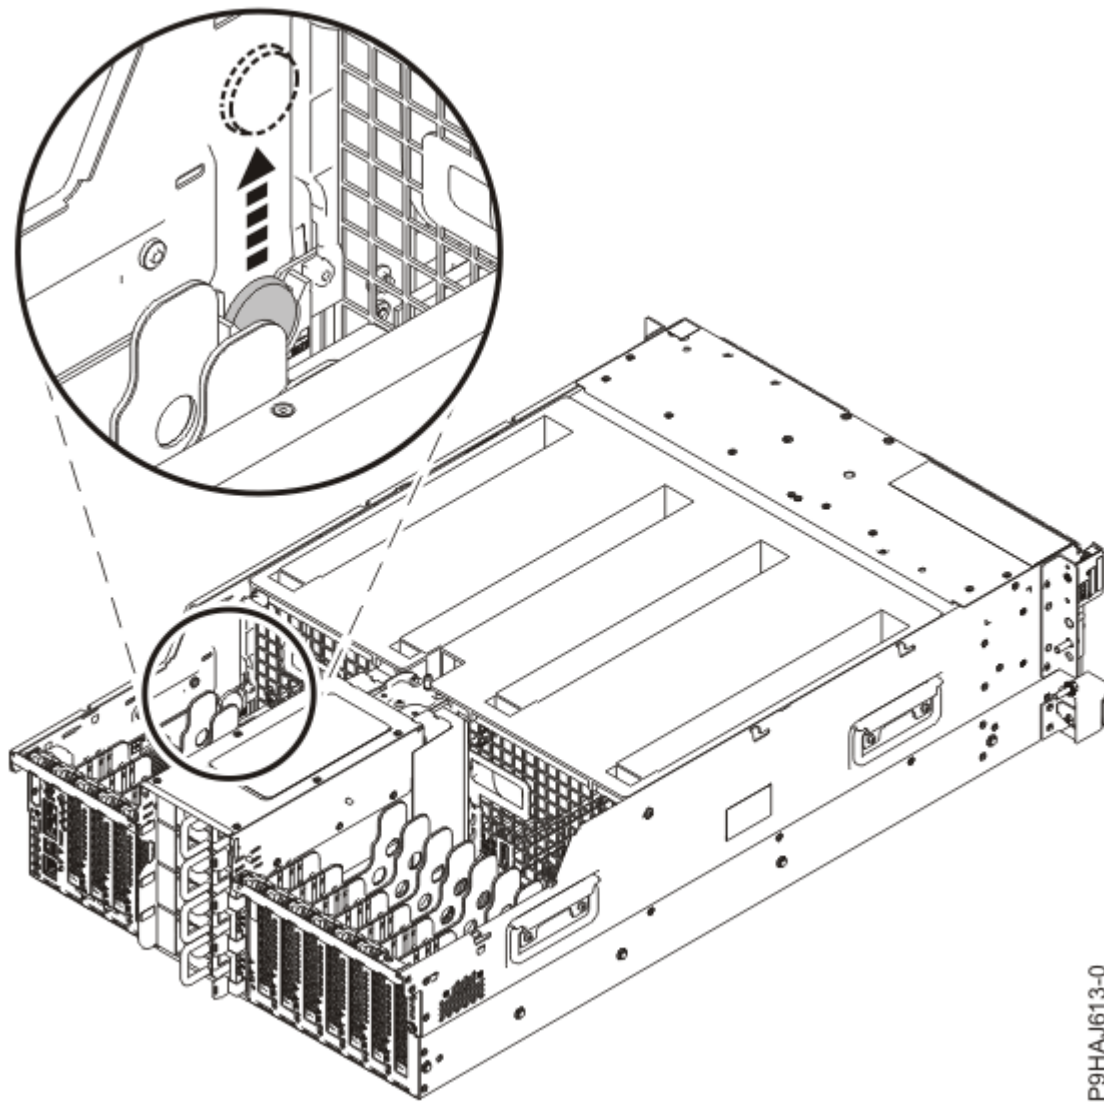
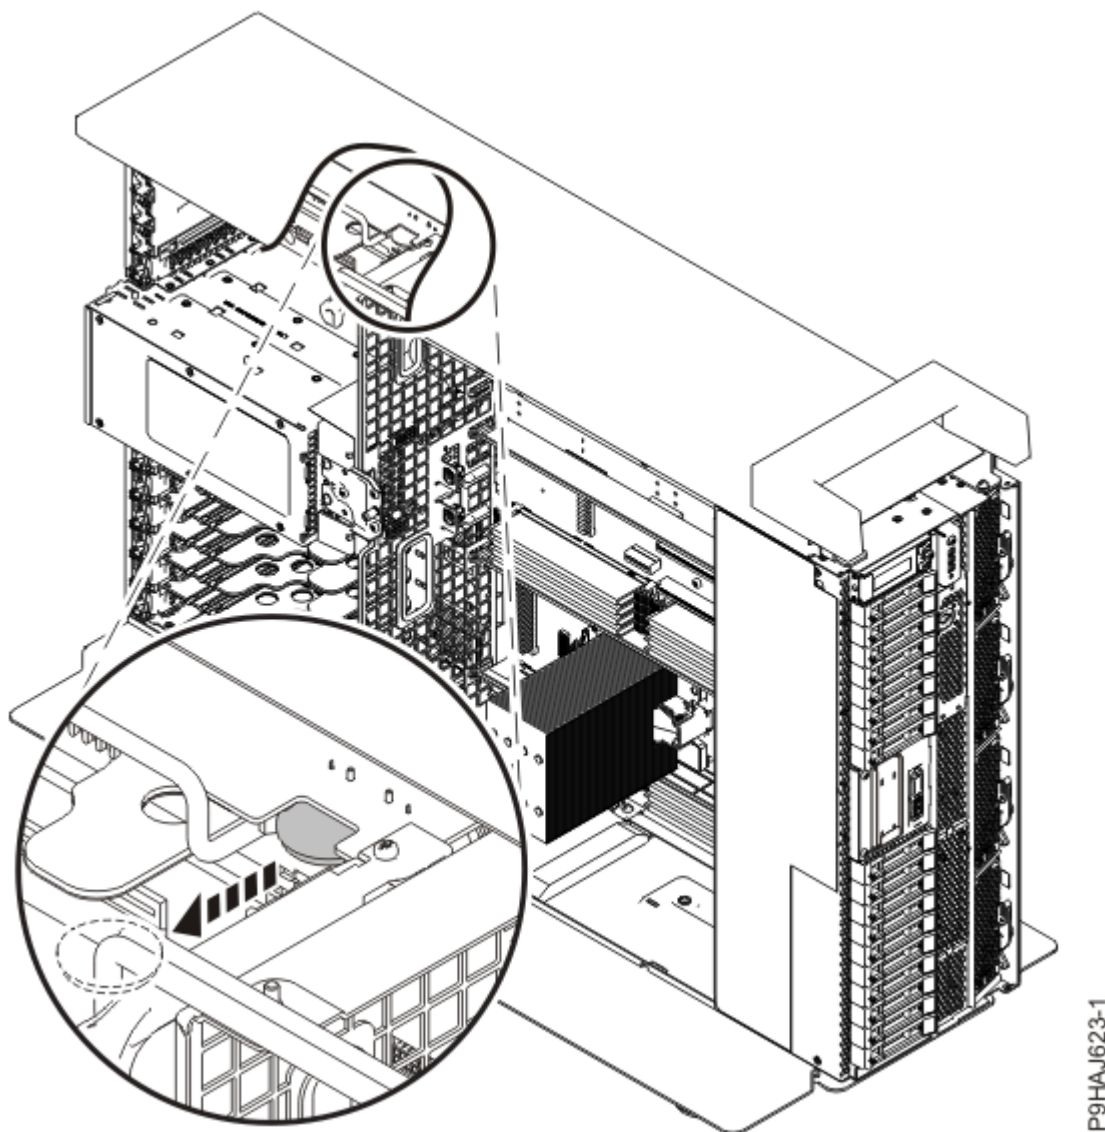

Figure 7. Retrait de la batterie de l'horloge d'un système monté en armoire
Figure 8. Retrait de la batterie de l'horloge d'un système autonome
2. Saisissez la batterie de l'horloge et sortez-la de son compartiment qui se trouve à l'emplacement P1-C1-E1 sur la carte du processeur de service comme illustré à la Figure 7, à la page 10 et la Figure 8, à la page 11.